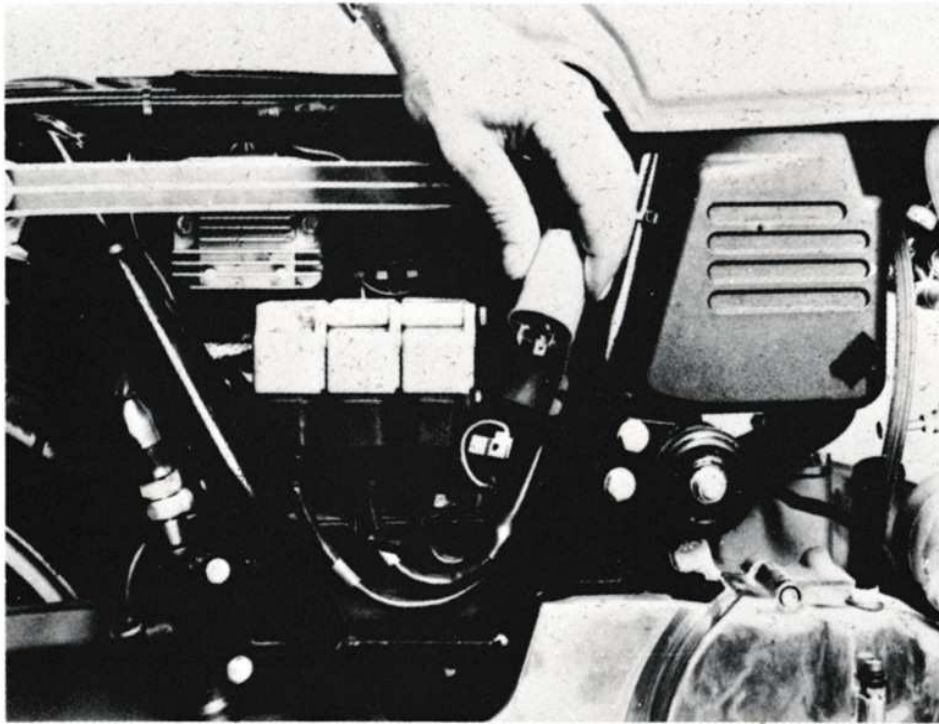

Fig. 37
**Turn Signal Flasher Replacement. Fig. 37**